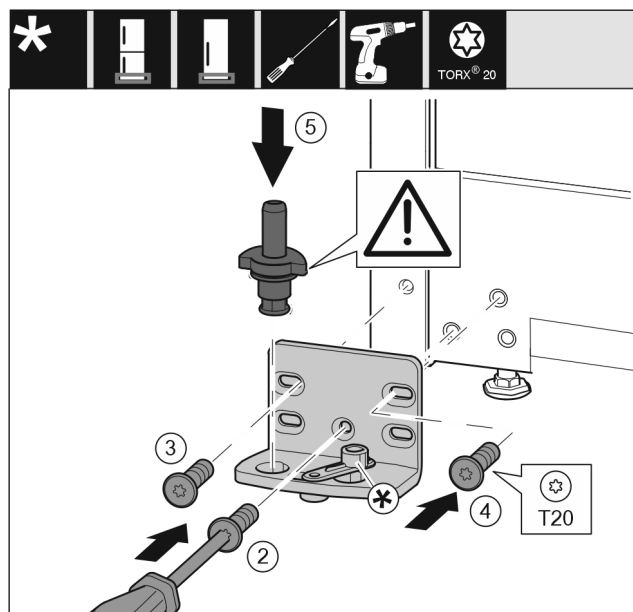

Fig. 19
- Nasadte stojan ložiska na druhé straně a přišroubujte pomocí šroubováku. Začněte šroubem Fig. 19 (2) dole uprostřed.
- Utáhněte šroub Fig. 19 (3) a šroub Fig. 19 (4).
- Zcela vložte ložiskový čep Fig. 19 (5). Přitom dávejte pozor, aby zajišťovací vačka směřovala dozadu.